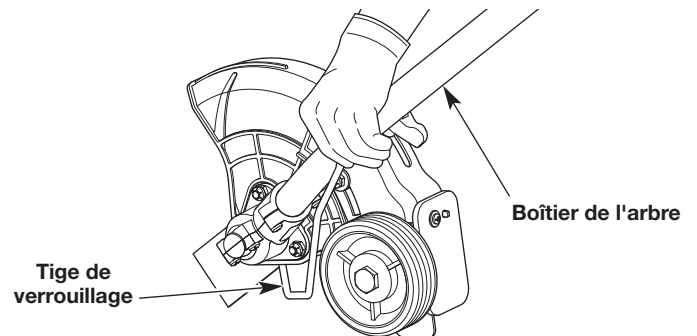

Fig. 8
2. Gardez la tige de verrouillage en place en la maintenant près du boîtier de l'arbre (Fig. 8).
7. Gardez la tige de verrouillage en place en la maintenant près du boîtier de l'arbre (Fig. 8).